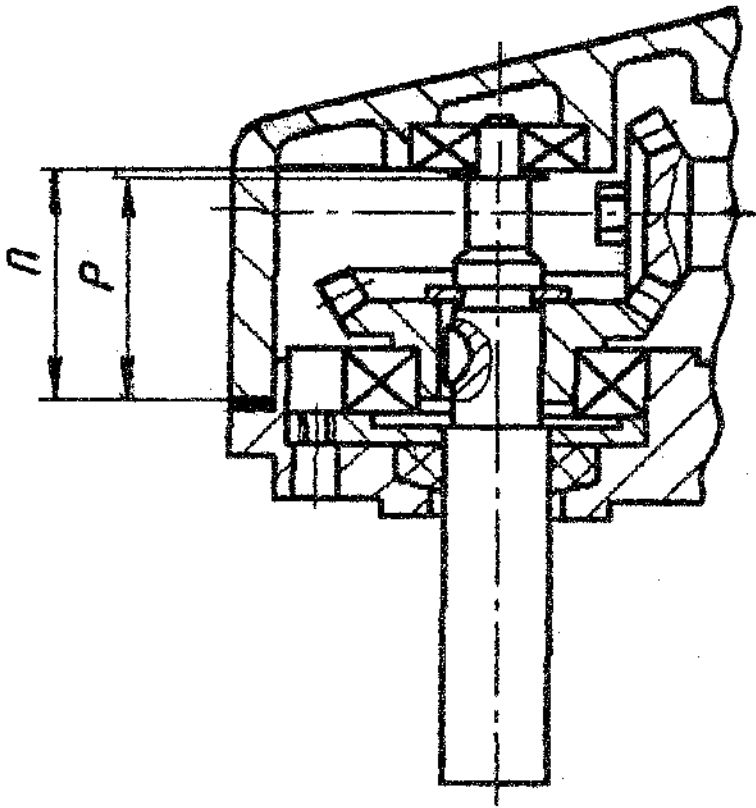

Рисунок 501
<p>10 Вывернуть винты (23), крепящие крышку, и отстыковать крышку от корпуса. Снять с вала технологическое кольцо.</p> <p>11 Измерить в корпусе (1) размер П (рисунок 501) от торца корпуса до внутренней обоймы подшипника (12). Измерить в крышке размер Р от прокладок (21), установленных на крышку, до буртика вала (17). На разность размеров П-Р подобрать шайбы (13), обеспечивая осевой зазор вала 0,02-0,12 мм. Надеть на вал подобранные шайбы.</p> <p>12 Трущиеся поверхности корпуса электродвигателя (10, рисунок 1102), тяги (8) и курка (9) смазать тонким слоем смазки. Поставить в корпус тягу и курок, заводя хвостовик курка в отверстие тяги. Курок расположить согласно рисунку 1102. Проверить свободное перемещение тяги в корпусе.</p>	<p>Отвертка</p> <p>Кольца мерительные Глубиномер индикаторный Микрометр МК 0-25</p> <p>Кисть волосяная</p>